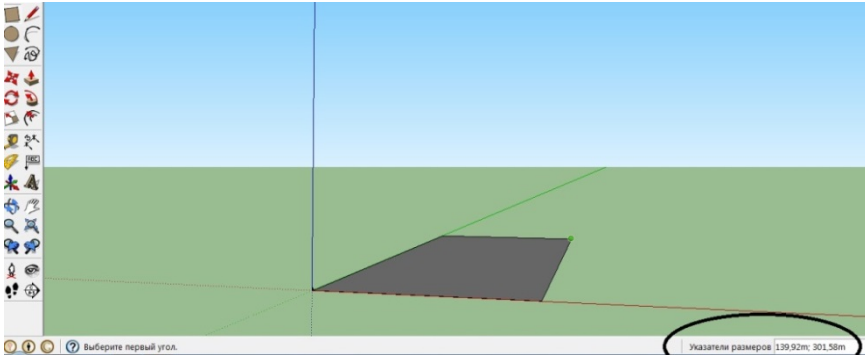

Рисунок 3.5
4. Відпускаємо кнопку миші або ще раз клацаємо кнопкою, щоб задати другу кутову точку прямокутника (рис. 3.5).